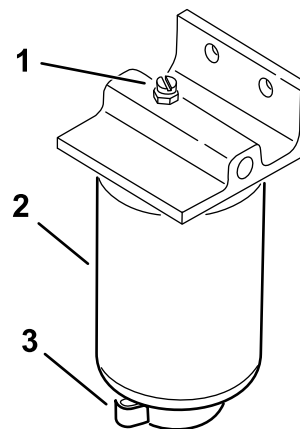

Figura 38
4. Aprite il tappo di spurgo del filtro e la valvola di sfiato (Figura 38).